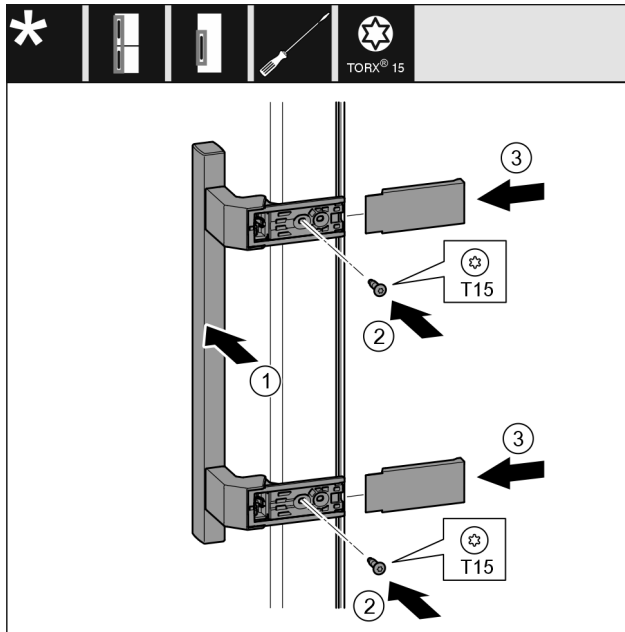

Fig. 36
- Vendosni dorezën Fig. 36 (1) në anën e kundërt.
- Mbërtheni fort vidat Fig. 36 (2) me kaçavidë.
- Vendosni kapakët mbulues Fig. 36 (3) anash dhe shtyjini.